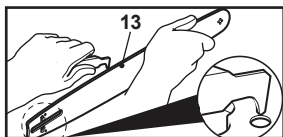

Fig. 21
3. Vérifier le pignon d'entraînement (5). S'il est usé ou endommagé en raison de la tension, le faire remplacer par un agent de service agréé ou une personne qualifiée.
4. Éliminer les résidus dans les rainures du guide-chaîne (16) à l'aide d'un tournevis, d'un couteau à mastic, d'une brosse métallique ou de tout autre outil similaire. Cela permet de garder les conduits d'huile dégagés afin d'assurer la bonne lubrification du guide-chaîne (16) et de la chaîne (15) (Fig. 21).